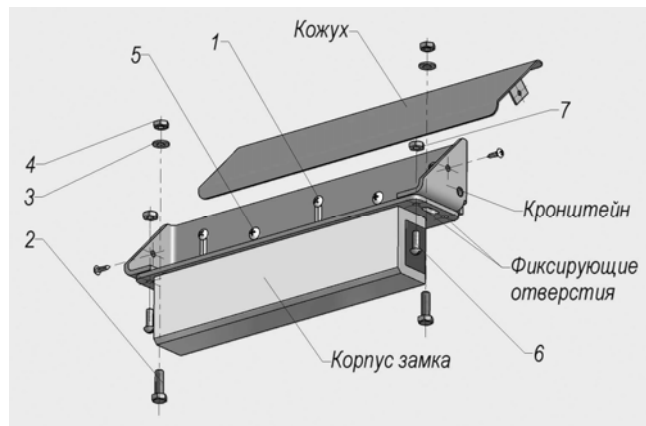

Рис. 8 Установка корпуса замка с комплектом МК AL-350FB
- монтажный комплект **МК AL-350FB** для крепления корпуса замка (рис.8): кронштейн -1 шт., кожух -1 шт. и комплект крепежа;
Предварительное крепление кронштейна к дверной коробке выполняется через регулировочные пазы с помощью саморезов (поз 1. рис. 8). Корпусная часть с помощью крепежа (2, 3, 4) устанавливается на кронштейн. Регулировкой положения корпуса относительно якоря в двух плоскостях необходимо добиться при закрытой двери полного совмещения рабочих поверхностей якоря и корпуса, после чего кронштейн закрепляется с помощью саморезов (5) на дверной коробке. Корпус фиксируется на кронштейне винтами и гайками (6 и 7), для чего в кронштейне сверлятся отверстия диаметром 4 мм по месту фиксирующих отверстий на пластине.